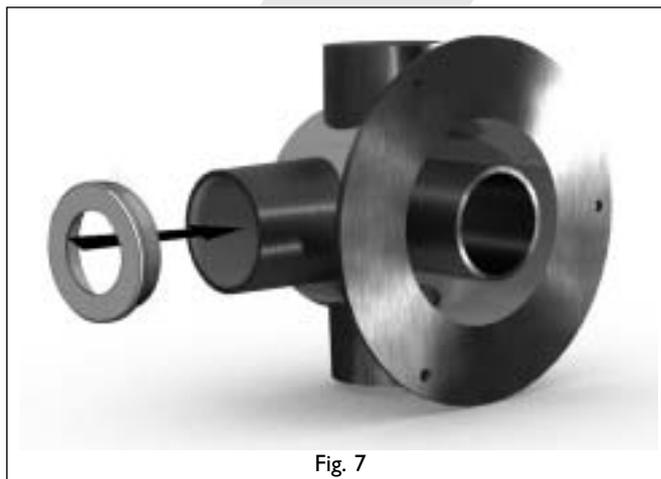

Fig. 7
(voir fig. 7).
- Si nécessaire, fixez la restriction dans le raccord du conduit d'évacuation des gaz du manifold avec le mastic thermorésistant fourni ; voir le Tableau 2 ; voir la Fig. 7.